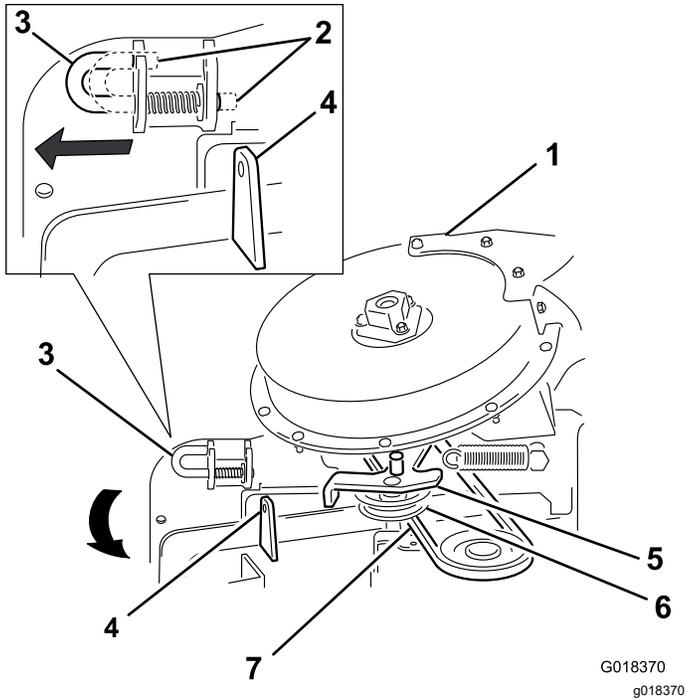

Figure 39
- Déplacez la goupille de verrouillage de la position verrouillée à la position déverrouillée (Figure 39).
- Fermez le ventilateur et alignez la goupille de verrouillage sur le trou dans le support de la goulotte d'éjection (Figure 39).